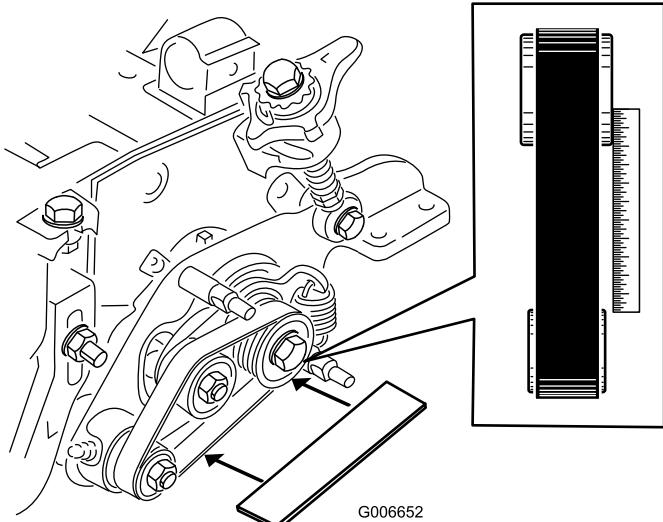

Bild 12
• Legen Sie eine Abziehlatte um die Außenseite der **Antriebsspannscheibe** (**Bild 12**).